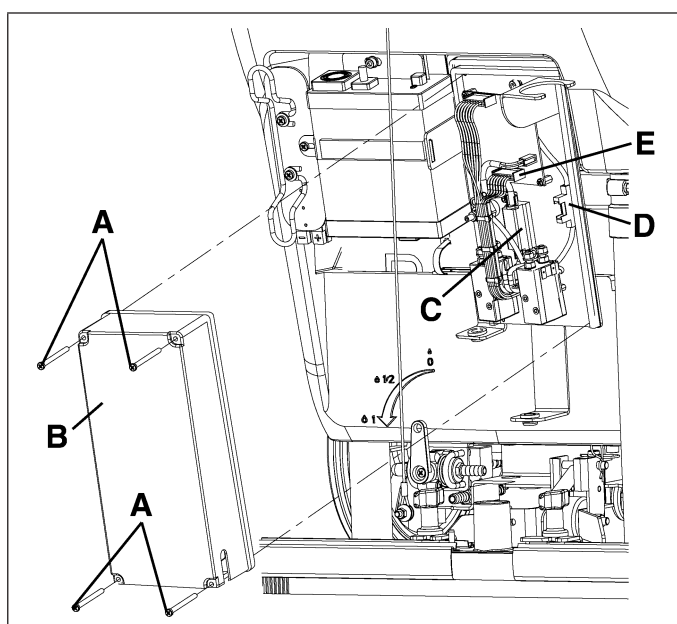

Figure 32
3. Desenroscar los tornillos (A, Fig. 32) y quitar la tapa (B) de la caja de los componentes eléctricos.
- Fusible cepillo (C, Fig. 32): (40 A)
- Fusible aspiración (D, Fig. 32): (40 A)
- Fusible electroválvula y tarjeta electrónica (D, Fig. 32): (5 A)